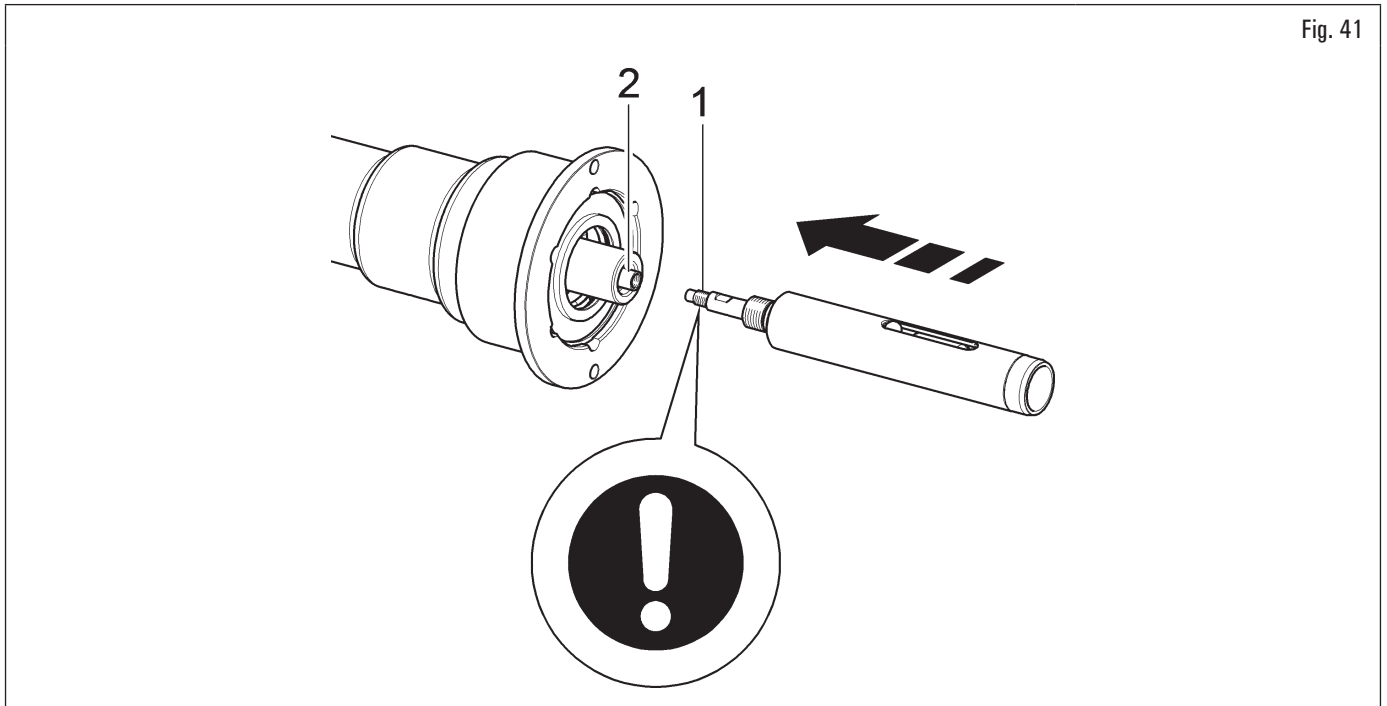

Fig. 41
2. spegnere quindi l'apparecchiatura premendo l'interruttore generale (Fig. 74 rif. 1). Accoppiare lo stelo interno pneumatico (Fig. 41 rif. 1) con lo stelo interno della flangia (Fig. 41 rif. 2) (vedi Fig. 41);
Al montaggio del kit albero pneumatico (Fig. 41 rif. 1) mettere frenafili resistenza media loctite 242 o equivalente solo sul filetto M10 e serrare a 30 Nm (22 ft-lbs).